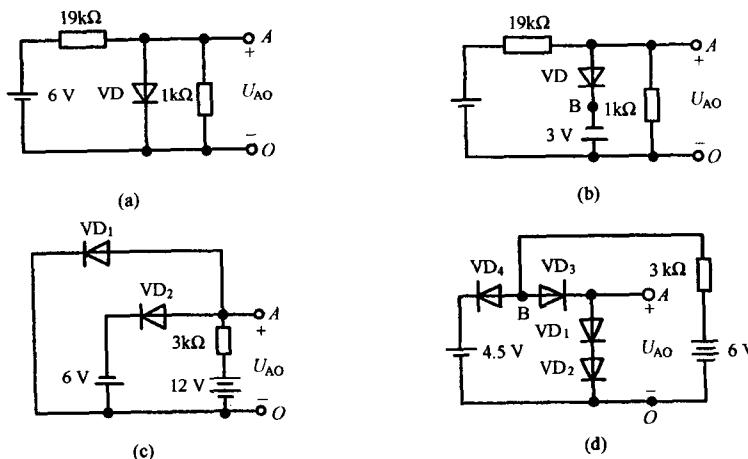

图 1.8
(1) 能否将1.5V的干电池以正向接法接到二极管两端？为什么？
(2) 判断图1.8电路中各二极管是否导通，并求A、O两端的电压值。设二极管的正向压降为0.7V。